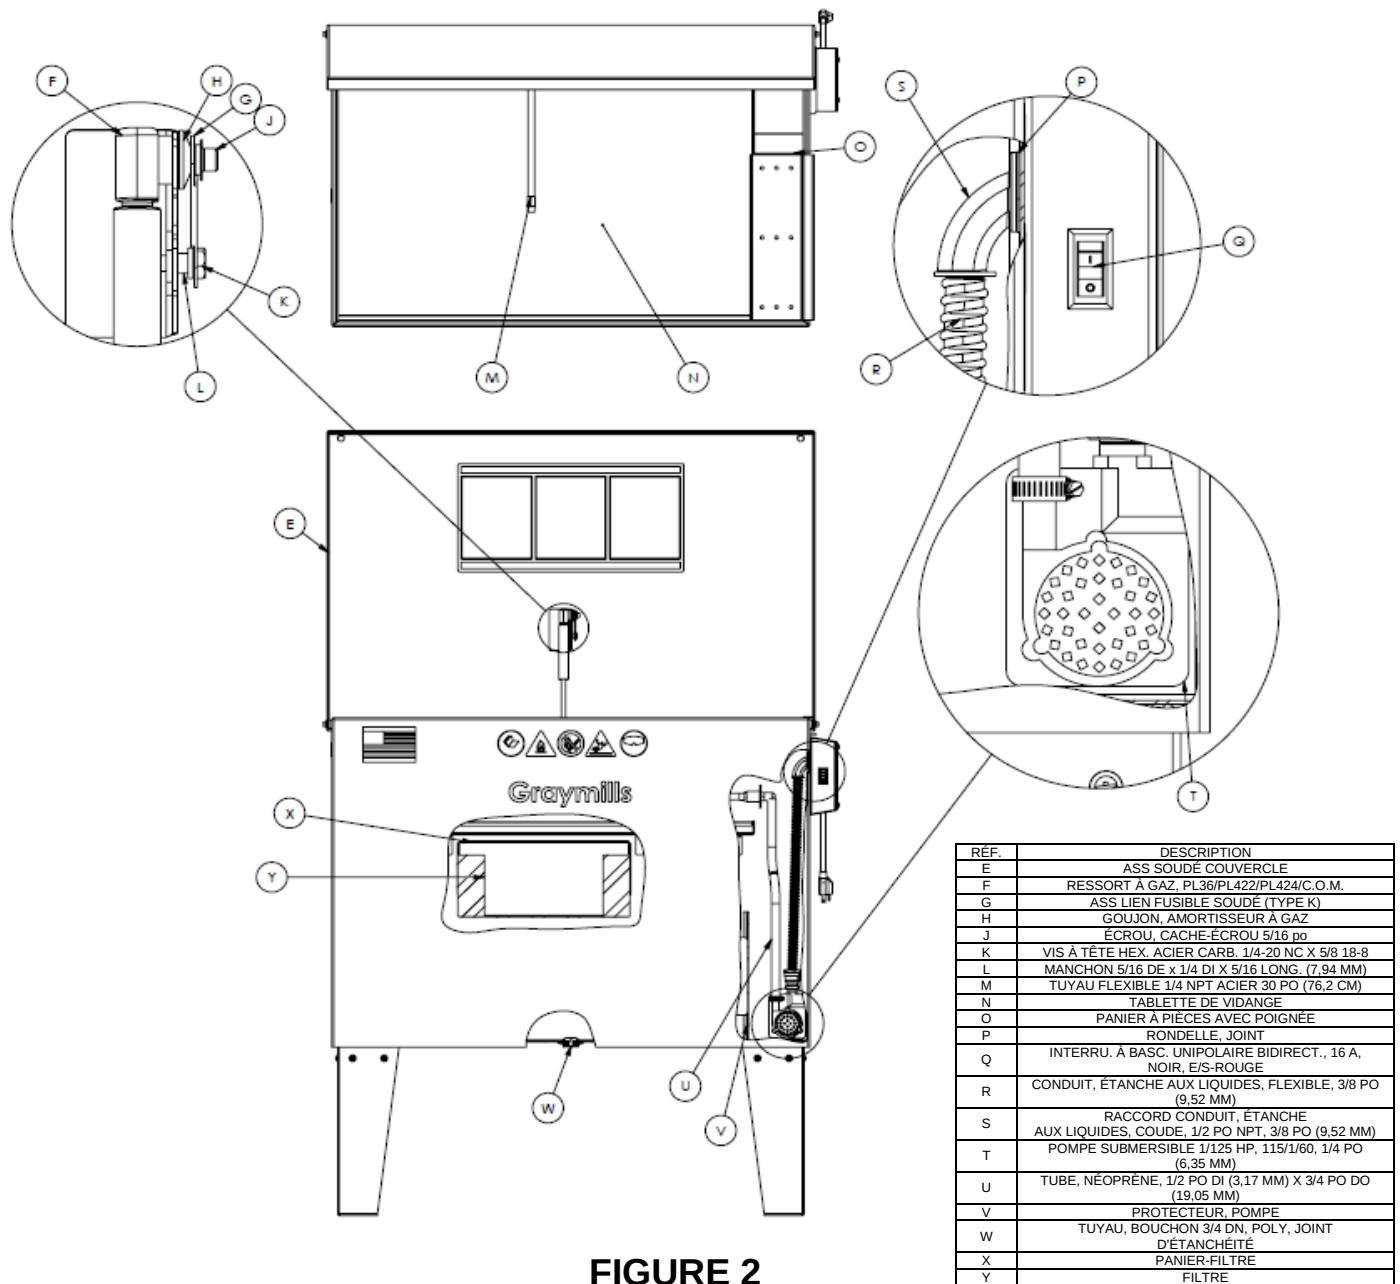

FIGURE 2
Ouvrir le couvercle de sécurité automatique (FIGURE 2 (E)) du lave-pièces Handi-Kleen. Il se soulève simplement et facilement à une main. Il n'y a rien à brancher ou débrancher pour ouvrir ou fermer le couvercle.
Le couvercle du lave-pièces Handi-Kleen est pourvu d'un ressort à gaz à deux voies (FIGURE 2 (F)) qui renferme aussi un élément fusible (FIGURE 2 (G)). Une fois ouvert, le mécanisme du couvercle soutient le couvercle à un angle légèrement incliné vers l'avant. Cet angle est nécessaire pour que le lien fusible puisse fonctionner dans l'éventualité peu probable d'un incendie dans la cuve. En cas d'incendie, le lien fusible fondra à 165 °F (74 °C), ce qui aura pour effet de fermer le couvercle et de réduire l'alimentation du feu en oxygène.
Le panier filtre (FIGURE 2(X)) s'accroche à l'arrière de la cuve, sous la tablette de travail, et se retire facilement pour le nettoyage. Le solvant s'écoule du tuyau de rinçage en métal (FIGURE 2(M)) sur la tablette de travail (FIGURE 2(N)) et s'écoule par les fentes à l'arrière de la tablette de travail dans le panier-filtre qui se trouve au centre arrière de la cuve. Les salissures lourdes tomberont dans le fond du contenant rectangulaire. Le solvant s'écoulera ensuite à travers le tampon filtreur (FIGURE 2(Y)) puis retourneront dans la cuve. Garder le panier-filtre propre prolongera la durée de vie du solvant.
La pompe (FIGURE 2(T)) est d'une grande aide dans le nettoyage des pièces. Elle est particulièrement utile pour rincer la graisse et les saletés ramollies lors du brossage des pièces. Les pompes conçues pour les modèles Handi-Kleen fonctionnent à basse pression pour éviter les éclaboussures. Ces pompes sont fabriquées en thermoplastique renforcé, d'une grande robustesse. Le tamis qui protège l'entrée de la pompe peut nécessiter un nettoyage périodique.
- Retirer le tuyau flexible (M) de son support en « L » et le diriger vers les côtés de la cuve dans un contenant propre. Retirer tout le solvant, sauf le dernier 1 po (2,5 cm), à l'aide de la pompe.
- Ouvrir la vidange (FIGURE 2(W)) qui se trouve au centre du fond de la cuve pour que le reste de boue puisse s'écouler dans un seau.
Si le débit de solvant à la buse baisse, cela peut signifier qu'il n'y a pas assez de solvant qui entre dans la pompe. Cela indique une accumulation de boue dans la zone d'admission de la pompe. Nettoyer le tamis de la pompe chaque semaine pour un fonctionnement optimal et plus souvent en cas d'utilisation intensive. Soulever et retirer la pompe du compartiment et vérifier qu'il n'y a pas de boue dans le fond du compartiment. S'il s'avère nécessaire de nettoyer le compartiment de la pompe, retirer la tôle de protection (FIGURE 2(V)) en pliant les bords vers l'intérieur de manière à les dégager de leurs supports de retenue. La pompe est équipée d'un second tamis qui pourrait exiger un nettoyage supplémentaire.
Le cordon électrique de la pompe est protégé par un conduit en plastique (FIGURE 2(R)) et passe dans le boîtier électrique par un raccord en coude (FIGURE 2(S)) qui empêche le solvant de pénétrer dans le boîtier électrique grâce à un joint en caoutchouc (FIGURE 2(P)). Le joint en caoutchouc doit être remplacé dès qu'il est endommagé ou présente des signes d'usure.